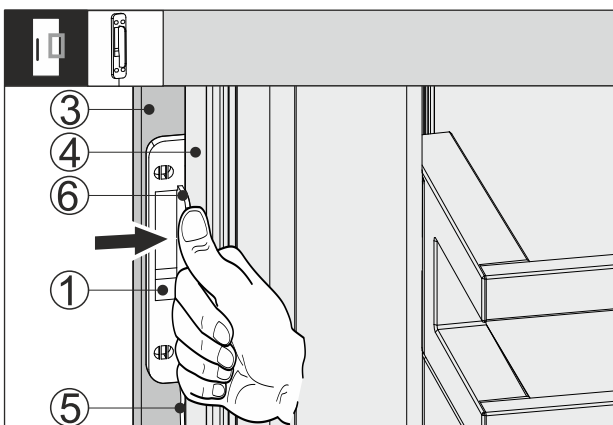

Fig. 66
- ▶ Työnnä koputusanturi Fig. 66 (1) kalustepeitteen Fig. 66 (3) ja laiteoven Fig. 66 (4) väliin niin, että johto Fig. 66 (5) on kevyesti jännitettynä. Koputusanturin vaste Fig. 66 (6) on kiinni laiteovessa Fig. 66 (4).
- ▶ Paina koputusanturi Fig. 66 (1) kiinni kalustepeitteeseen Fig. 66 (3).
- ▷ Koputusanturi Fig. 66 (1) on liimattu kiinni. Koputusanturin kiinni liimaaminen optimoi koputussignaalin siirtoa.
Koputusanturin Fig. 66 (1) kiinnittäminen pysyvästi paikalleen pidentää elinikää.
- ▶ Kiinnitä koputusanturi Fig. 66 (1) mukana toimitetuilla ruuveilla kalustepeitteeseen Fig. 66 (3).